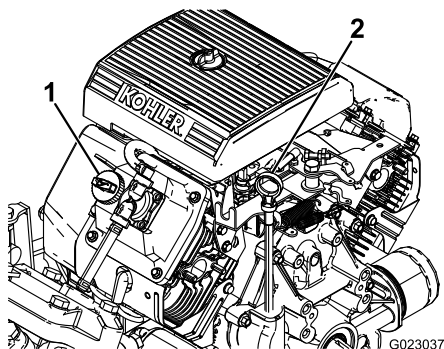

图 27
2. 取出量油尺、用干净的抹布擦拭图 27。将量油尺插入量油尺管道中、并确保它完全插入。取出量油尺并检查机油油位。
3. 如果机油油位较低、请从气门室盖图 27 上拆下加油颈盖、从开口处注入机油、直至油位达到量油尺上的“已满”标记。在此过程中应缓慢添加机油并不时检查油位。切勿过量添加。
8. 慢慢从加油颈图 27 注入规定油量的大约 80%。